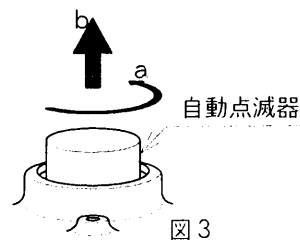

図3
●鋼管（50Aφ60.5mm柱）に取り付ける場合（図3）
- ③ 自動点滅器をで外してください。（図3 a、bの手順にて）
- ④ 新しい自動点滅器をソケットに取り付けてください。